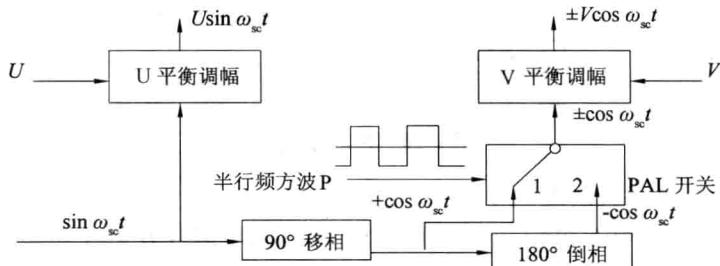

图 1-12 逐行倒相原理
(1) 逐行倒相正交调幅制
① PAL 制逐行倒相原理如图 1-12 所示。